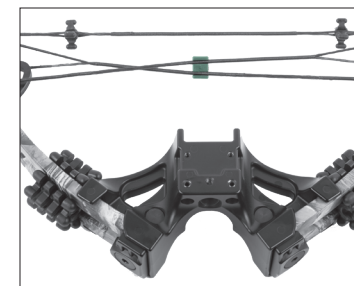

FIGURE 1
- 1** Fixez d'abord la glissière des câbles (partie C) aux câbles du côté gauche de la poignée en accrochant les deux câbles dans les deux rainures de la glissière des câbles. La partie large de la glissière des câbles doit être orientée vers l'arrière de l'arbalète, comme illustré à la figure 1.